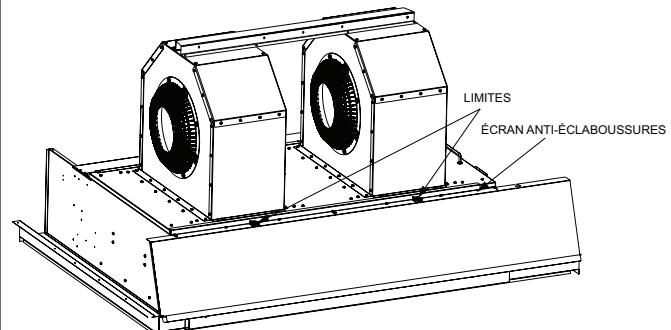

FIGURE 41
**SD 180 et 240** - Voir FIGURE 41.